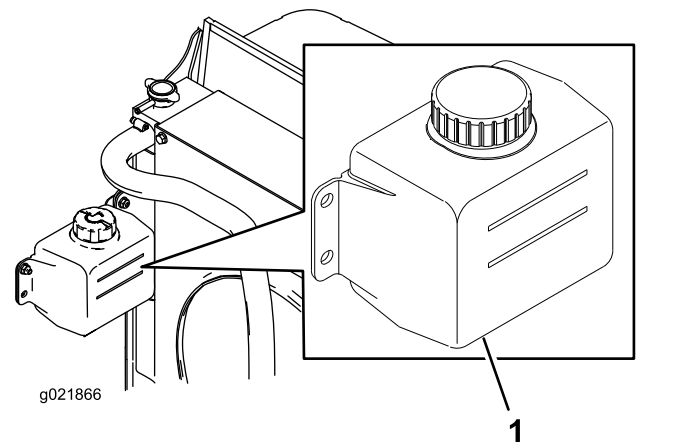

Figure 85
1. Vérifiez le niveau du liquide de refroidissement dans le vase d'expansion (Figure 85).